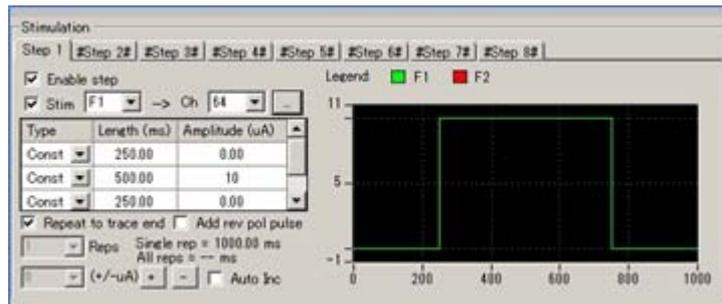

図 4. LED の光の中心を合わせる際に設定する刺激出力パターン。光刺激入力電圧 0.4 V で 1 秒周期に点滅。
- 3) Mobius の刺激出力を図 4 に倣って設定し、本機で LED の色を選択します。